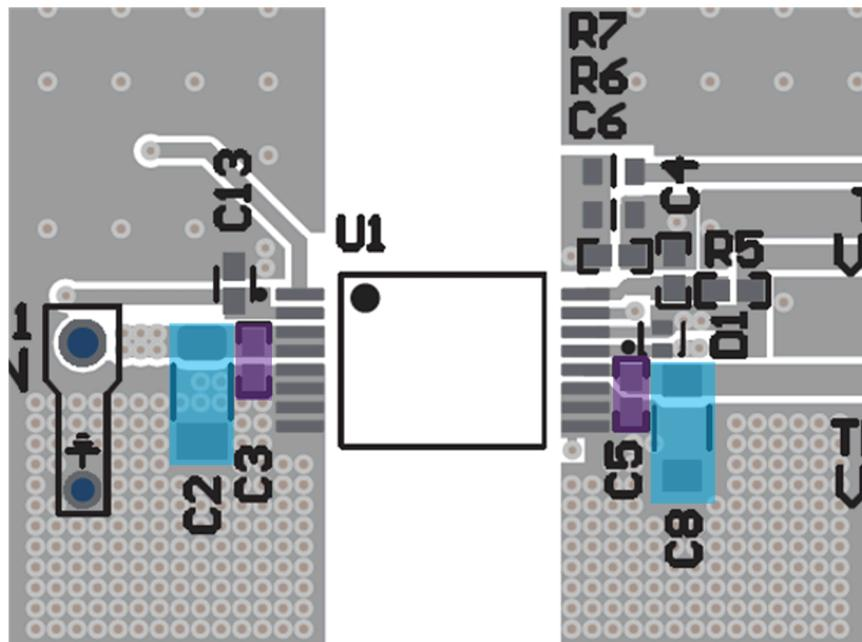

图 3-8. VIN (C2、C3) 和 VDD (C5、C8) 电容器
- 将大容量 VIN 电容器 (C2) 尽可能靠近 $0.1 \mu F$ 高频旁路电容器 (C3) 并与之并联，且与 IC 位于 PCB 的同一侧，如 图 3-8 所示。
2. /PG 去耦电容器：/PG 去耦电容器应靠近引脚 2 (/PG) 放置，并与 UCC35131-Q1 位于 PCB 的同一侧。请参阅 图 3-8 中所示的 C13 放置方式。
- 将大容量 VDD-COM 电容器 (C8) 尽可能靠近 $0.1 \mu F$ 高频旁路电容器 (C5) 并与之并联，且与 IC 位于 PCB 的同一侧，如 图 3-8 所示。